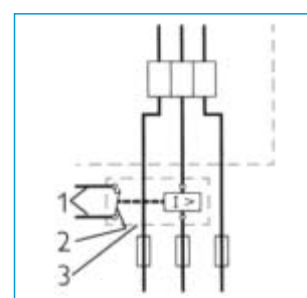

Fig. 13
- Conexión de prioridad para la combinación con otros aparatos eléctricos, p.ej. calentadores-acumuladores eléctricos, se deberá conectar el relé de separación tal como se muestra en la fig. 13.
Ver el conexionado del LR 1-A en la fig. 13.